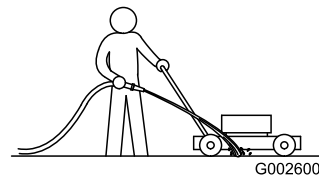

Bild 21
4. Halten Sie einen Gartenschlauch auf Holmhöhe und spritzen Sie einen Wasserstrahl vor das **rechte** Hinterrad (Bild 21).